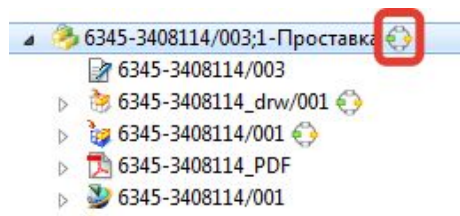

Рис. 42
4. В рабочей области на ревизии появиться соответствующий значок, который означает что объект находится в «рабочем процессе». Также в «рабочем процессе» оказываются модель и чертеж детали. (рис.42).